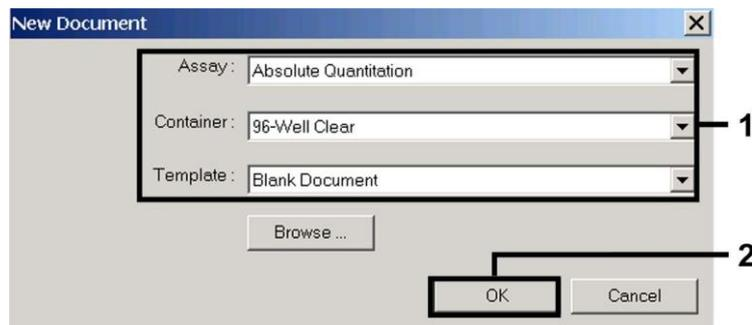

Fig. 3: Förinställningar för att skapa en ny PCR-körning (*New Document*) (Nytt dokument).
Välj menyposten *New* (Ny) i menyn *File* (Arkiv) i ABI PRISM 7000 SDS och programmera följande initiala inställningar för det nya dokumentet (se Fig. 3). Det finns en säkerhetskopierad mall (*SDS Template* [*.sdf] (SDS-mall)) tillgänglig i listan *Template* (Mall) eller du kan välja en med funktionen *Browse* (Bläddra) (se 8.6.1.5 Spara PCR-körningen). Bekräfta dina förinställningar (OK).